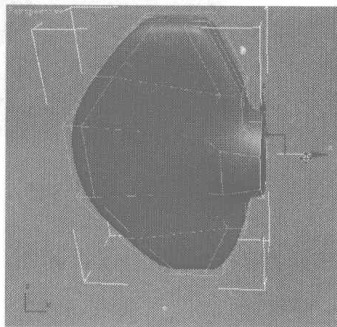
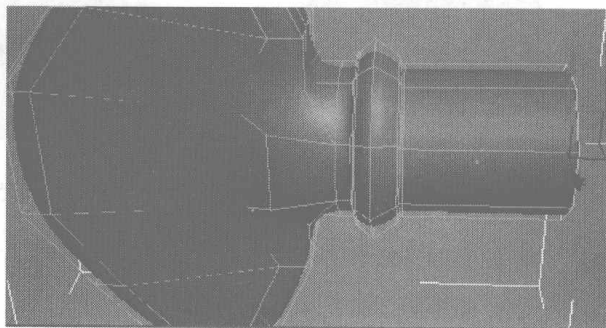

图 5.353
图 5.354
- 06** 选择小提琴模型，单击右键，在弹出的快捷菜单中选择 **Hide Selection** 按钮，隐藏所选择的模型。选择如图 5.353 所示的曲线，按住 Shift 键向外拖动，复制出的边沿模型，并调整到如图 5.354 所示的位置。